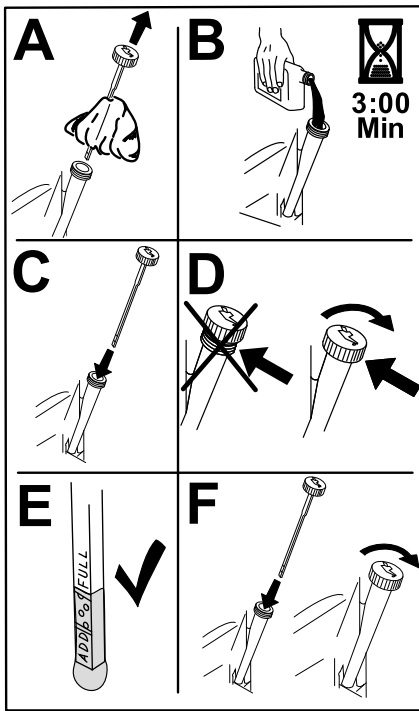

Bild 48
6. Gießen Sie langsam ungefähr 80 % der angegebenen Ölart in den Einfüllstutzen und füllen Sie dann vorsichtig mehr Öl ein, um den Ölstand an die Voll-Markierung zu bringen (Bild 48).